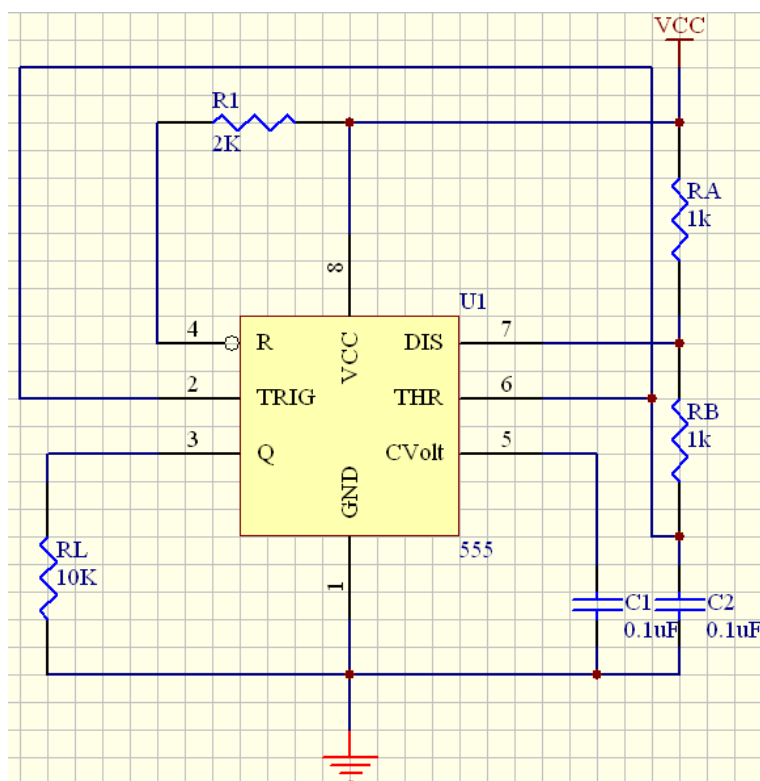

图 2-1 555 振荡电路的原理图
- 1、绘制一个 555 振荡电路的原理图，它主要由 555 芯片、电容、电阻等组成的基本电路，如图 2-1 所示。